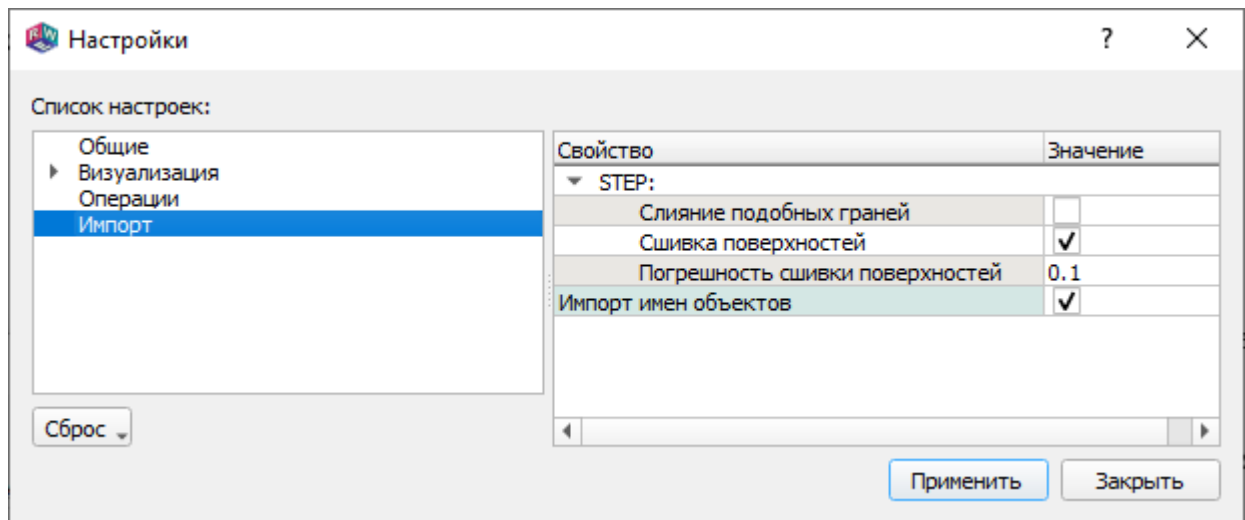

Рис. 200
17.5.1. Вид страницы настроек импорта данных показан на рис. 200.